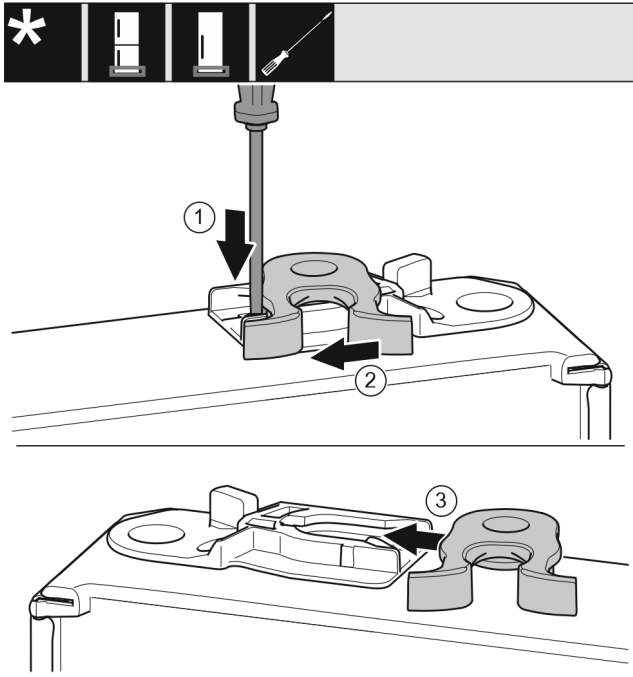

Fig. 18
- ▶ Apăsați în jos eclisa cu șurubelnița plată. Fig. 18 (1)
- ▶ Trageți cârligul de închidere din ghidaj. Fig. 18 (2)
- ▶ Împingeți pe partea opusă cârligul de închidere în ghidaj. Fig. 18 (3)